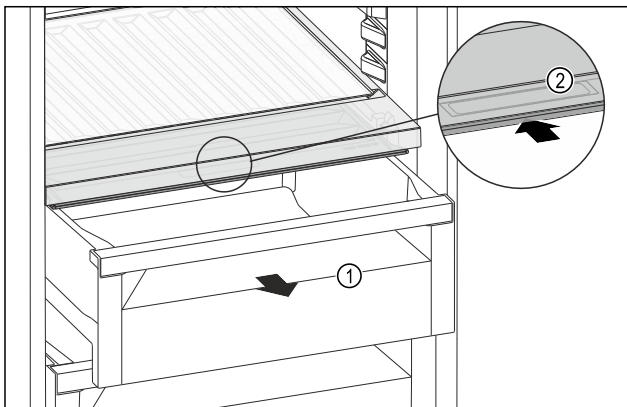

Fig. 220
- ▶ Витягніть висувний ящик Fig. 220 (1).
- ▶ Візьміться за потайну ручку Fig. 220 (2) на кришці відділення й одночасно посуньте кришку відділення назад.